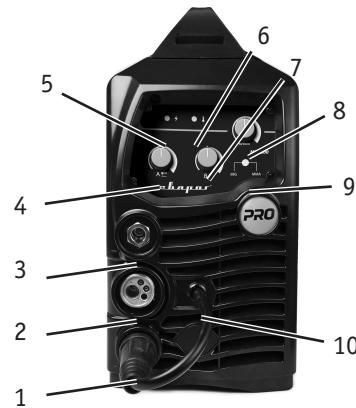
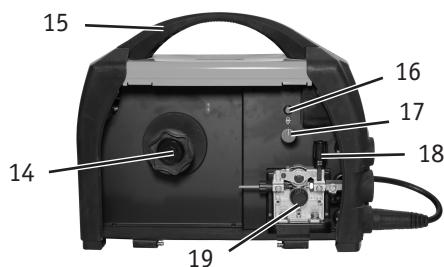

Рис. 1.1
Рис. 1.3
2. Вставьте сварочную горелку в «еворазъем» (2) (**рис. 1.1**) на передней панели аппарата и прикрутите его. После установите катушку с проволокой, установите ролики с теми канавками, которые соответствуют диаметру проволоки. Зафиксируйте проволоку с помощью ручки зажима проволоки (18) (**рис. 1.3**). С помощью кнопки прогона проволоки (16) (**рис. 1.3**) протяните проволоку внутрь горелки.
5. В зависимости от требуемой полярности вставьте кабельную вилку, соединенную с клеммой заземления, в соответствующий разъем «-» или «+» на передней панели сварочного аппарата (1 или 3) (**рис. 1.1**) и закрутите его по часовой стрелке.
6. Вставьте кабель полярности (10) (**рис. 1.1**) в свободный (не подключенный кабелем заземления) разъем сварочного аппарата и закрутите его по часовой стрелке.
7. Произведите настройки процесса сварки на передней панели управления аппарата. Выберите настройку MIG с помощью переключателя (9) (**рис. 1.1**) установите значение скорости подачи проволоки (8), выставьте рабочее напряжение дуги (7) (**рис. 1.1**).
2. На передней панели имеется два разъема «+» и «-» (1 и 3) (**рис. 1.1**). Для плотного закрепления прямого и обратного кабелей в разъемах необходимо вставить кабельную вилку в соответствующим кабелем в панельный разъем до упора и повернуть его по часовой стрелке. При неплотном подсоединении кабелей возможны повреждения как кабельного разъема, так и источника питания.
6. Выберите способ сварки MMA переключателем на передней панели аппарата (9) (**рис. 1.1**). С помощью регулятора (4) (**рис. 1.1**) установите значение тока.